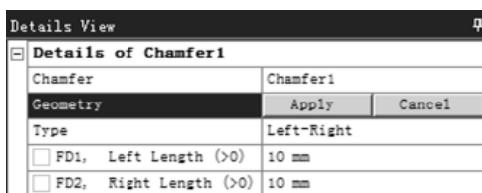

图 3.3.40 “ Details View ”对话框
- 步骤 02** 选择命令。选择 **Create** → **Chamfer** 命令，弹出图 3.3.40 所示的“ Details View ”对话框。